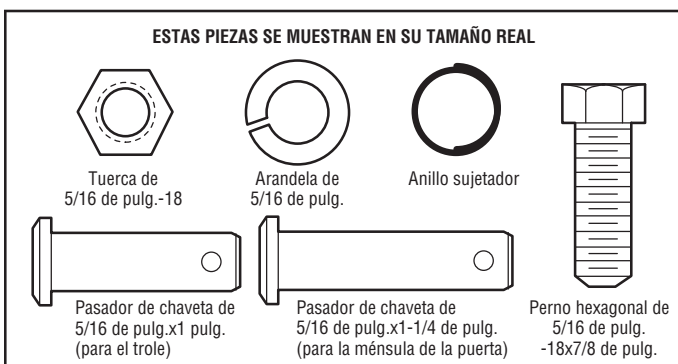

Figura 5
**IMPORTANTE:** El ranura en el brazo recto de la puerta **DEBE** voltearse del brazo curvado de la puerta (Figura 5).